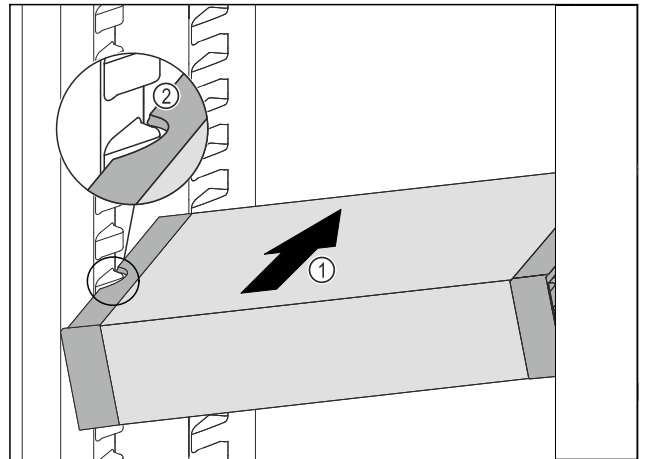

Fig. 31
- Inserte el VarioSafe en el compartimento frigorífico en ángulo Fig. 31 (1), hasta que las cavidades laterales Fig. 31 (2) del VarioSafe estén al mismo nivel que la ranura del recipiente en el compartimento frigorífico.